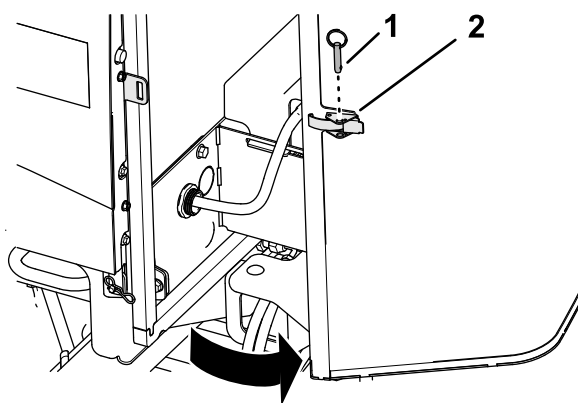

Рисунок 60
1. Извлеките штифт с кольцом из защелки решетки (Рисунок 60).